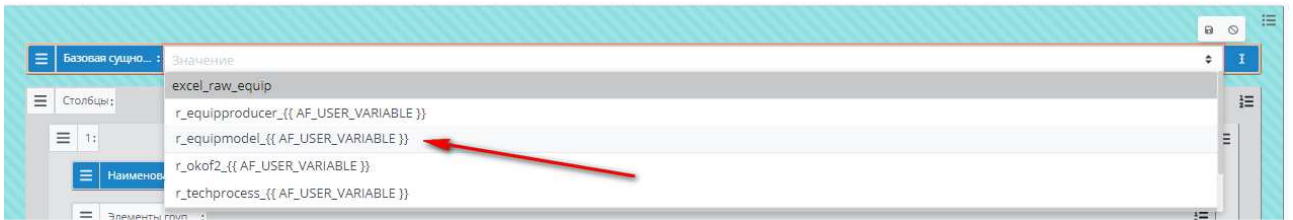

Рисунок 41. Список предлагаемых редактором сущностей
3) В качестве базовой сущности указывается сущность (таблица), данные которой необходимо отобразить в документе. В случае, если модель с описанием сущности зарегистрирована, в выпадающем списке будет доступна сущность (Рисунок 41). Иначе ее наименование можно просто ввести вручную.